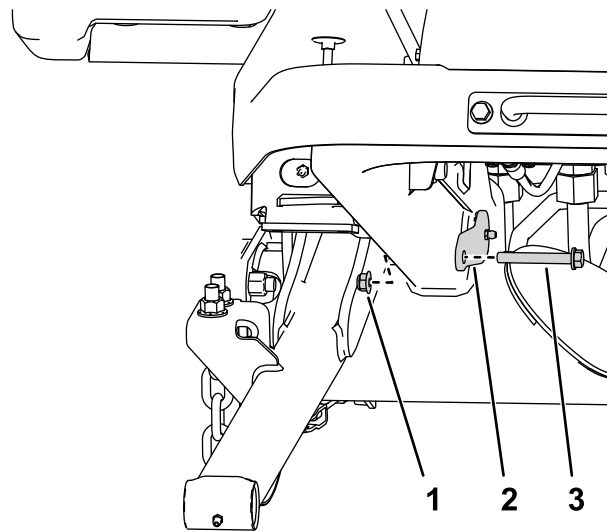

図 6
4. 大きいピンをフレームに取り付けるボルト $\frac{3}{8}$ " x $2\frac{3}{4}$ " 2本とナット $\frac{3}{8}$ " 2個を使用する 図 6。